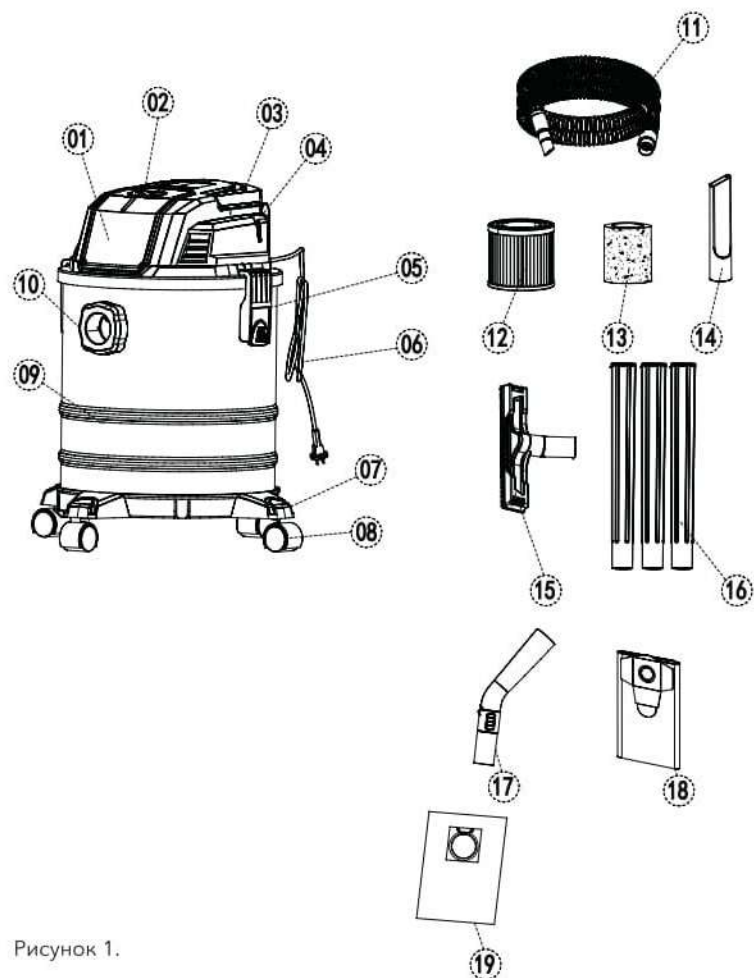
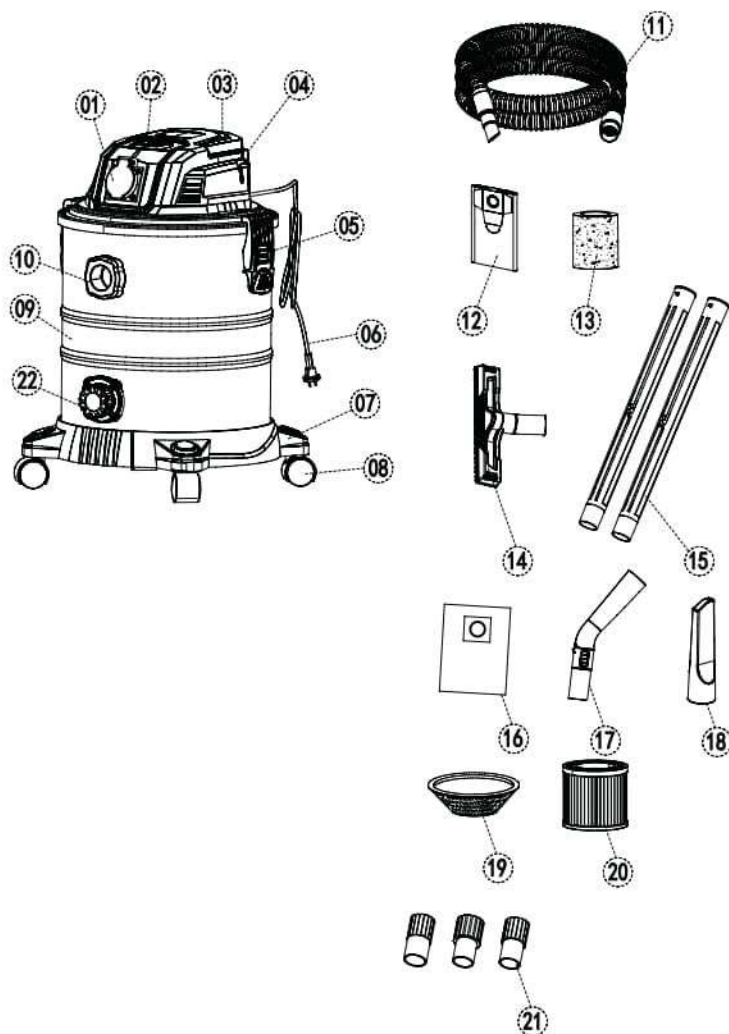

Рисунок 1.
Рисунок 2.
Зажмите два фиксатора крышки 5 (рис. 1 и рис. 2) с обеих сторон пылесоса и, держась за рукоятку 3 (рис. 1 и рис. 2), снимите крышку. Установите соответствующий фильтр, в зависимости от вида уборки.
При сухой уборке (без всасывания воды) установите фильтр HEPA 12 (рис. 1) или 20 (рис. 2). Также при сухой уборке с внутренней стороны бака установите бумажный/тканевый мешок или мембранный фильтр для работы без мешка (для модели KR30). Всегда следите за заполнением мешка и меняйте или очищайте его по мере наполнения. При влажной уборке (всасывание воды) необходимо устанавливать только губчатый фильтр 13 (рис. 1 и рис. 2). Мешок не устанавливать. После установки соответствующего фильтра установите крышку обратно и зафиксируйте фиксаторами крышки 5 (рис. 1 и рис. 2).
Вставьте раструб шланга 11 (рис. 1 и рис. 2) в отверстие для шланга 10 (рис. 1 и рис. 2) и поверните по часовой стрелке так, чтобы замок (выступ) на раструбе шланга 11 вошел в фиксирующий паз отверстия 10. Следите за тем, чтобы шланг 11 не перекручивался и движению воздуха в нем ничто не мешало. Не допускайте передавливания шланга 11.
- Положение «I» – пылесос включается через несколько секунд только после пуска подключенного к розетке электроинструмента 1 (рис. 2), и пылесос отключается с небольшой задержкой после остановки подключенного к розетке электроинструмента 1 (рис. 2).
- Положение «II» – пылесос включен независимо от того, подключен ли электроинструмент к розетке 1 (рис. 2).
Для сухой и влажной уборки предназначена универсальная насадка. Данная насадка оснащена щетиной, которая применяется при влажной уборке (с всасыванием воды) гладких поверхностей. При необходимости, если длины шланга не хватает, соедините патрубок шланга 11 с пластиковыми трубками 16 (рис. 1) для модели KR 15 или 15 (рис. 2) для модели KR 30.
На крышке модели KR 30 установлена розетка 1 (рис. 2) для подключения электроинструмента, которая обеспечивает автоматическое включение и отключение пылесоса одновременно с включением или выключением электроинструмента. Внимательно изучите инструкцию, правила и руководство по эксплуатации подключаемого электроинструмента.
Прежде чем подключать шнур питания электроинструмента к розетке 1 (рис. 2), убедитесь, что:
- Вилка шнура питания электроинструмента подходит к розетке 1 (рис. 2) пылесоса;